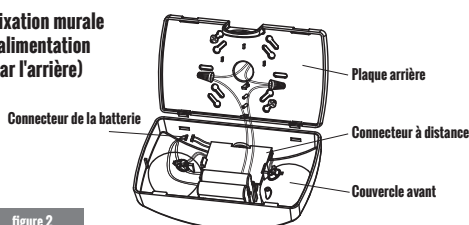

figure 2
## CONNEXION DES TÊTES À DISTANCE (VOIR FIG. 2)
### FIXATION MURALE-ALIMENTATION PAR L'ARRIÈRE (VOIR FIG. 2)
7. Raccordez le connecteur de la batterie (voir fig. 2).